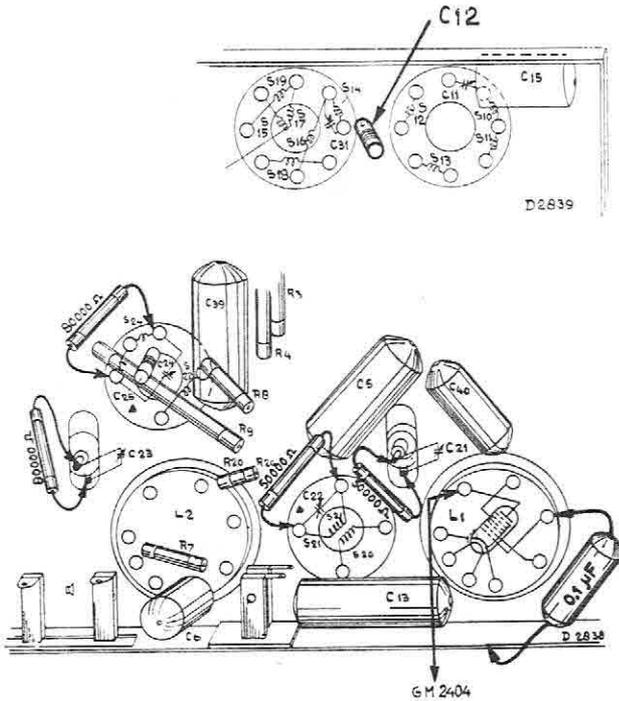

Fig. 3
5. Disposer une résistance de 50.000 ohms en parallèle sur C22 et de la même manière sur C23 une résistance de 80.000 ohms. (voir figure 3).
8. Shunter C21 à l'aide d'une résistance de 50.000 ohms et C24 à l'aide d'une résistance de 80.000 ohms (voir fig. 3).
3. Brancher l'amplificateur aperiodique GM 2404 à l'anode de L1 (voir figure 3).
5. Mettre la première grille de la lampe mélangeuse à la masse à travers un condensateur de $0,1 \mu\text{F}$ (voir figure 3).
11. Régler C12 sur la puissance de sortie maximum (voir figure 3).